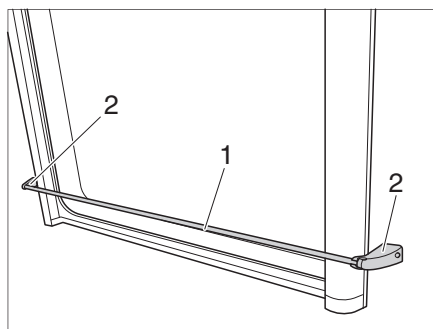

Fig. 89 Barra anticaduta
- Afferrare la barra anticaduta (Fig. 89,1) vicino alle due staffe (Fig. 89,2) e tirarla in avanti.
- Agganciare la barra anticaduta (Fig. 89,1) alle due staffe (Fig. 89,2).